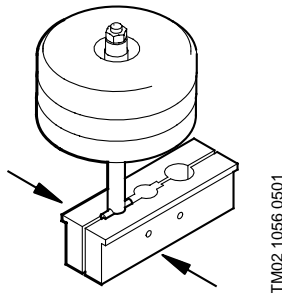

Abb. 3
3. Zylinderstift Pos. 10 in das Wellenloch einsetzen und Pumpenkörper in den Wellenhalter Pos. A anbringen, siehe Abb. 3. Schraubstock anziehen.